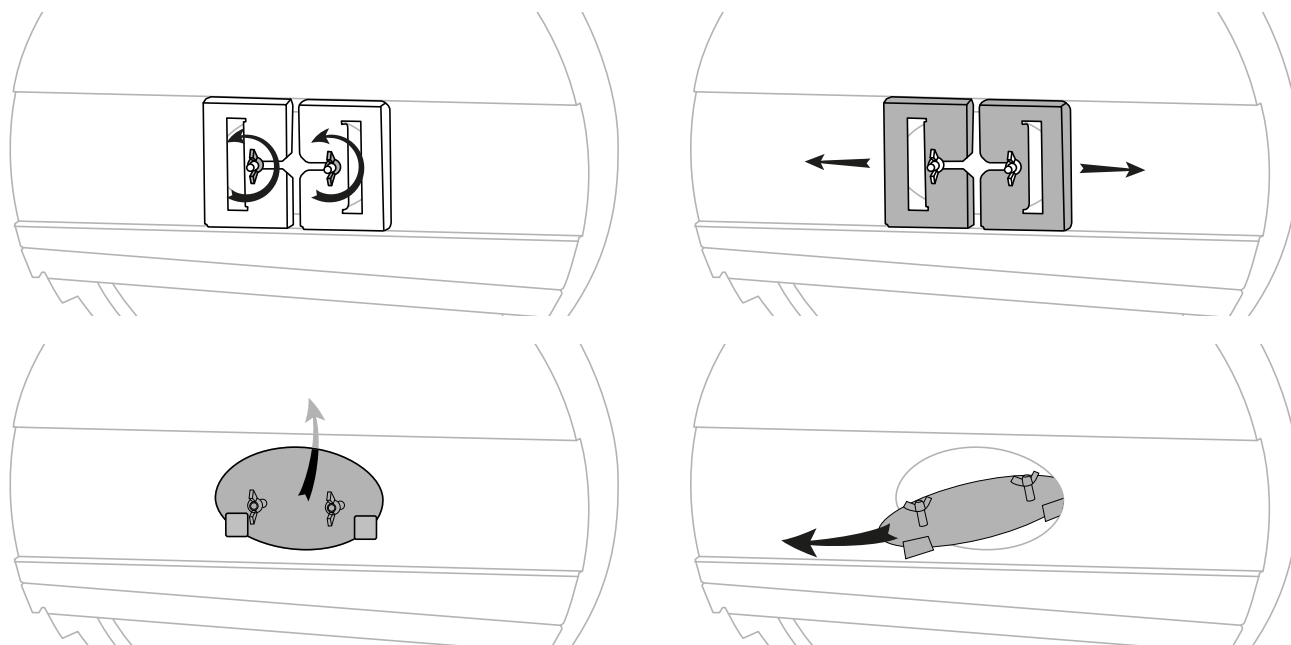

fig. 51 - Démontage de la trappe arrière
- Ouvrir la porte de foyer et la trappe de la boîte à fumées (voir *fig. 51, page 72*).